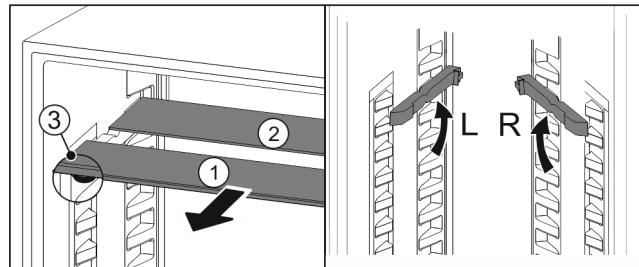

Fig. 83
- Steklene plošče posamično izvlecite Fig. 83 (1) naprej.
- Steklena plošča Fig. 83 (1) z okrasno letvijo je spredaj.
- Zaustavljalniki Fig. 83 (3) so obrnjeni navzdol.